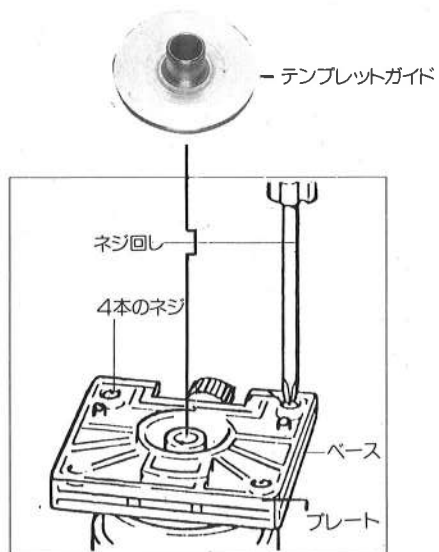

図20
- 裏面についている4本のネジを抜きますと、プレートがとれます。(図20参照)